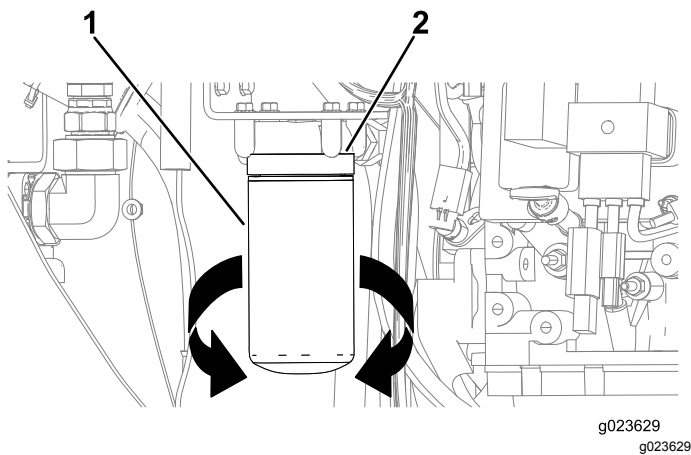

Bild 93
3. Stellen Sie eine Auffangwanne oder legen Sie mehrere Lappen unter den Ölfilter und den Ölfilteradapter (Bild 93).
4. Drehen Sie den Ölfilter nach links und nehmen Sie ihn ab (Bild 93).
8. Fluchten Sie den Ölfilter auf dem Ölfilteradapter aus und drehen Sie den Filter nach rechts, bis die Dichtung des Ölfilters den Ölfilteradapter berührt (Bild 93).
9. Ziehen Sie den Ölfilter mit der Hand um eine weitere halbe Umdrehung an (Bild 93).